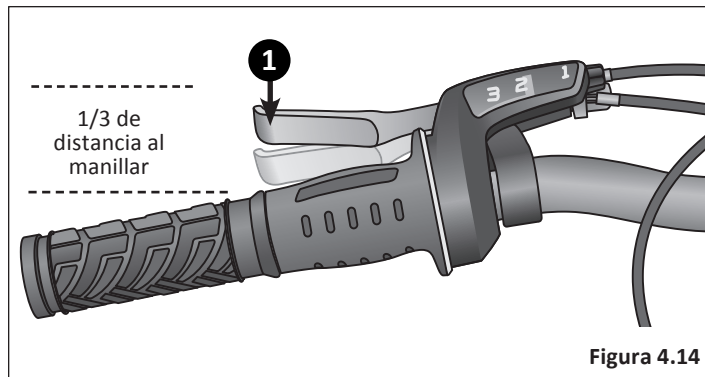

Figura 4.14
- ➊ Después de ajustar el freno, apriete la maneta del mismo tan fuerte como pueda varias veces y vuelva a inspeccionar las zapatas del freno, el centrado y el recorrido de la maneta de freno. Si las zapatas del freno ya no están a escuadra con el rin, repita los ajustes de la zapata de freno. **Figura 4.14**